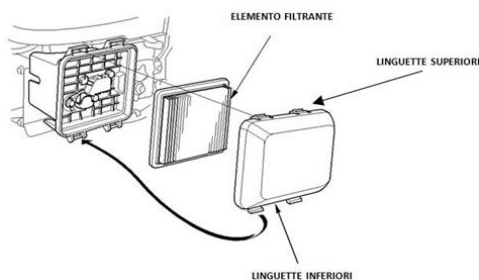

Fig. 10
- Rimuovere il coperchio del filtro dell'aria sganciando le linguette superiori e inferiori (Fig. 10).